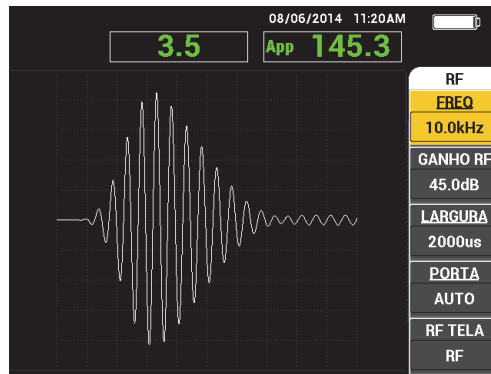

Figura 5-3 RF TELA
O modo *pitch-catch* TELA RF (PC) é similar ao modo de impulso. Porém, os dados exibidos e o sinal bruto amplificado da sonda e seus dados não são processados pelo aparelho (veja Figura 5-3 na página 82).